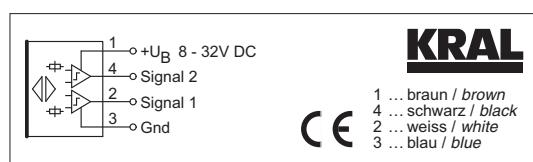

Abb. 21 Anschlusssschaltbild BEG 53A/BEG 54A
5. Impulsgeberkabel anschließen, dabei das Anschlusssschaltbild beachten, siehe Abb. 21, Seite 37.